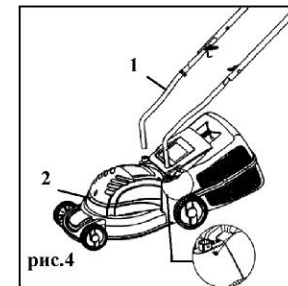

рис.4
5.3 Установка нижней части ручки (рис.4).